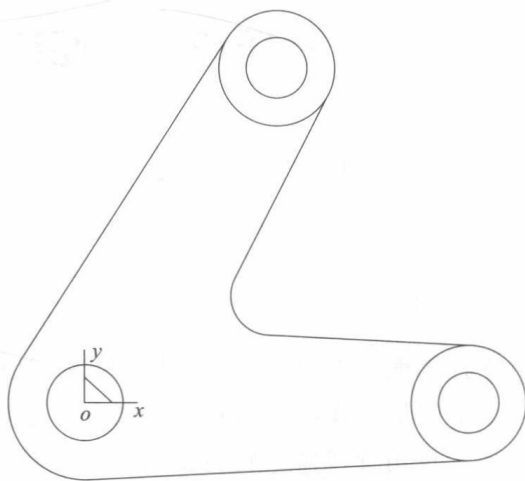

图 1-9 连杆平面图
(4) 在“常用”选项卡下，单击“剪裁”图标→单击剪裁多余线→回车结束。
(5) 在“曲线”选项卡下，单击“圆弧过渡”图标→“圆弧过渡”→输入“半径”10→输入“精度”0.01→“裁剪曲线 1”→“裁剪曲线 2”，分别拾取两条裁剪曲线→右击结束，结果如图 1-9 所示。